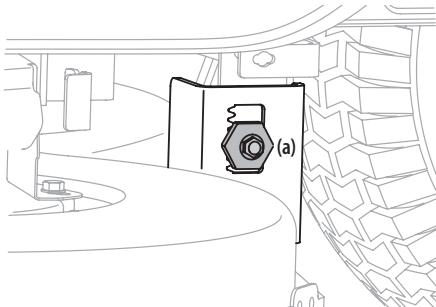

Figure 25
- Un boulon de réglage se trouve sous chaque aile arrière, près des roues. Voir Figure 25.
- Desserrez le boulon (a) fixé au support gauche du plateau de coupe, sans le retirer. Voir Figure 25.
- Serrez le boulon (a) du support gauche du plateau de coupe une fois l'ajustement désiré atteint. Voir Figure 25.